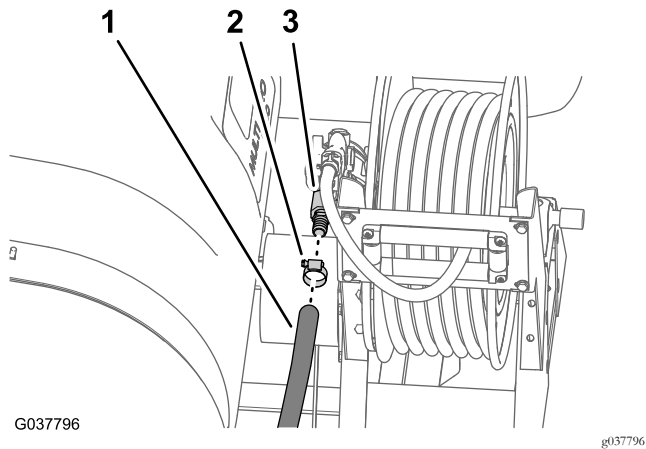

Figure 40
1. Retirez le collier qui fixe le flexible d'alimentation à l'embout cannelé droit du dévidoir (Figure 40).
2. Retirez le flexible de l'embout cannelé (Figure 40).